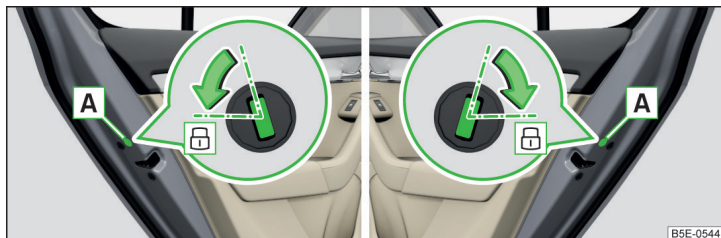

Fig. 233 Verrouillage de secours Portière arrière droite/gauche
- Démontez le cache **A** » fig. 233.